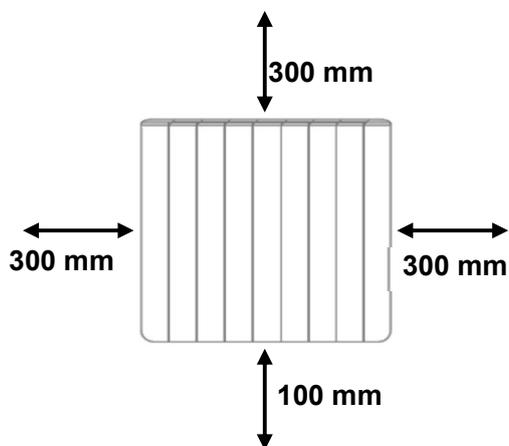
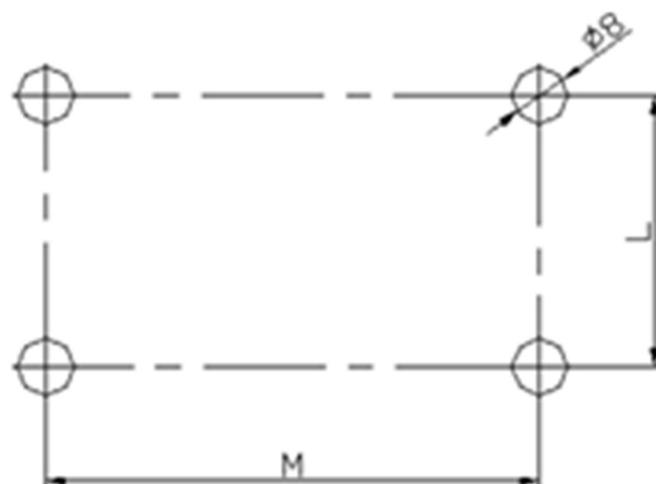

Fig. 1
Fig. 2
Montage et installation de l'appareil : (Fig.1, 2, 3 & 4). Veillez à respecter la distance de sécurité d'installation du chauffage (Fig.1) ainsi que l'entraxe de fixation (Fig.2 + Tab.1).
1. Percez les trous dans le mur en suivant le schéma de la figure 2. Assurez-vous qu'ils soient tous de niveau.